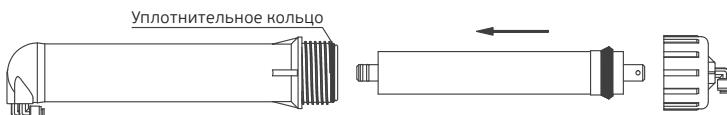

Рис. 8
- установить мембранны в корпус согласно рис.8;